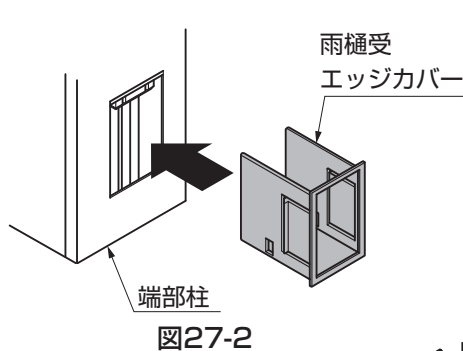

図27-2
- ①端部柱に、雨樋受エッジカバーをはめ込んでください。(図27-2参照)